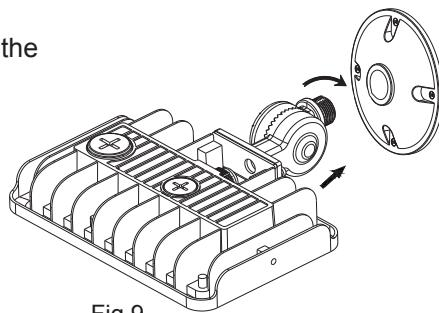

Fig 9
- 2: Fix the fixture on the wall or ground through the holes on the customer supplied bracket (Fig 9 & 10)
- 2: Fije la luminaria a la pared o al suelo a través de los orificios del soporte suministrado por el cliente (Fig. 9 y 10)
- 2: Fixez le luminaire au mur ou au sol à travers les trous du support fourni par le client (Fig 9 & 10)